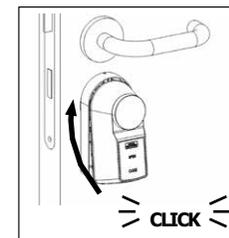

Fig. 7
- 5 Insira a unidade do motor na concha traseira com uma leve inclinação vertical. Primeiro, enganche na borda superior da concha traseira e pressione levemente em direção à porta na parte inferior. A unidade do motor encaixa-se com um som audível de “clique” (fig. 7).